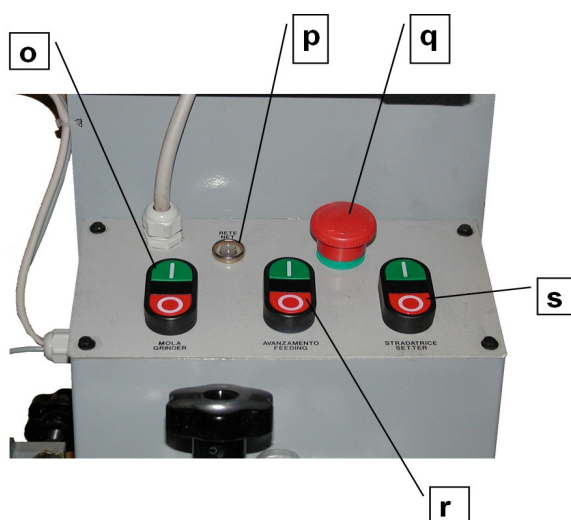

fig. 33
Nuestras máquinas requieren muy poco mantenimiento. De toda manera se recomienda efectuar periódicamente los siguientes operaciones (ATENCIÓN: antes de efectuar cualquier tipo de mantenimiento, hay que empujar el botón de emergencia q (fig. 33, p. 22) o desconectar la máquina):
- remedio3 - Puede que el pulsador de emergencia **q** (fig. 33, p. 22) esté activado: hay que desactivarlo.